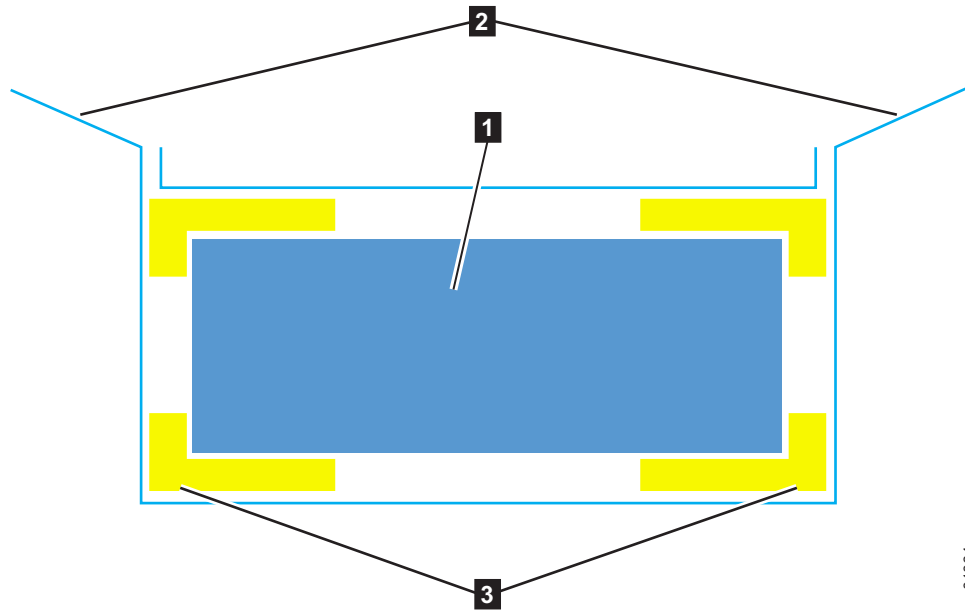

Figure 50. Matériaux d'emballage
3. Coupez les coins de la boîte d'expédition et pliez-les pour découvrir les côtés et les faces du boîtier d'extension, comme indiqué dans la figure 50.